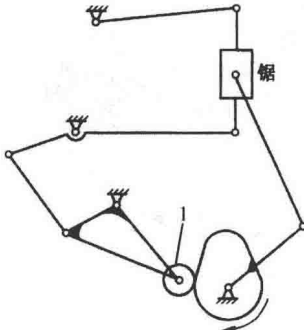

图 1-2-11 锯木机构
(3) 图 1-2-11 中, 滚子 1 处有一个局部自由度, 则该机构的自由度为